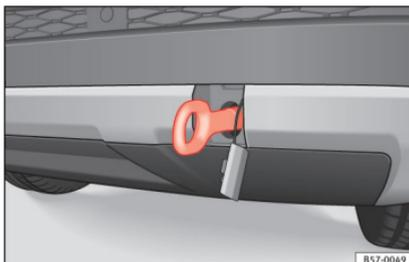

Abb. 98 Auf der rechten Seite des hinteren Stoßfängers: Eingeschraubte Abschleppöse.
- Drehen Sie die Abschleppöse **entgegen dem Uhrzeigersinn** in die Aufnahme bis zum Anschlag » **Abb. 98** » **!**. Verwenden Sie ein geeignetes Hilfsmittel, um die Abschleppöse festzuziehen.